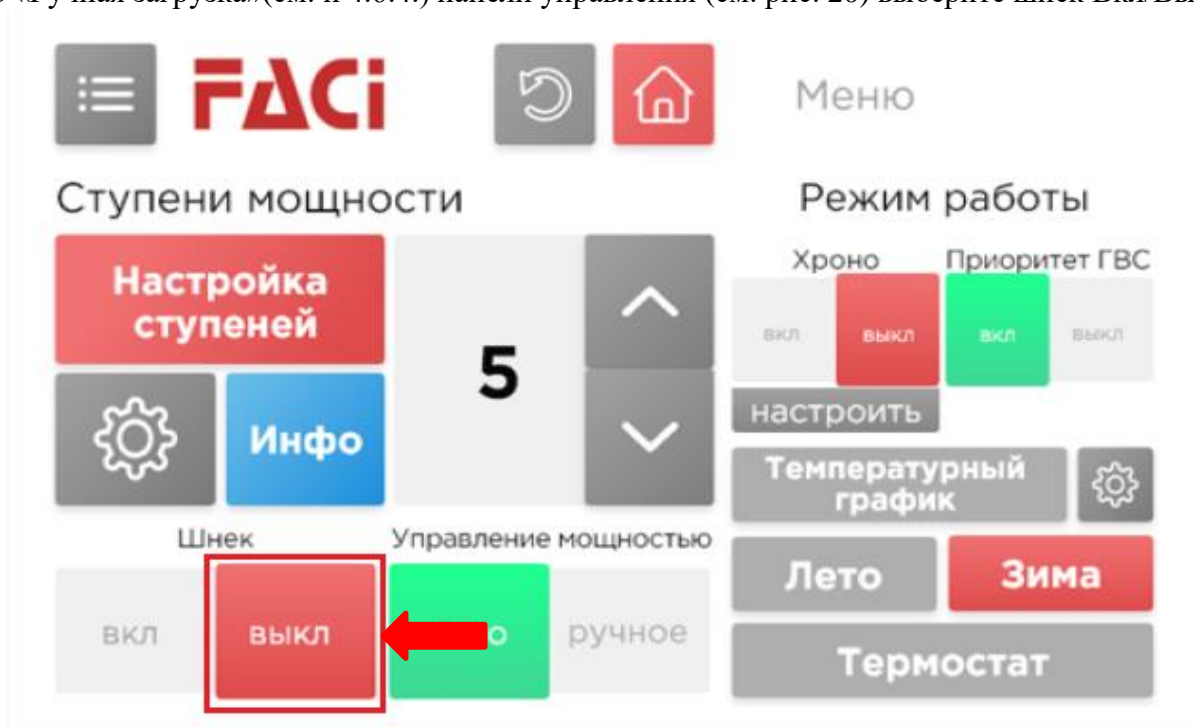

Рис. 20
2.4.3 Заполните бункер топливом. Произведите ручную подачу топлива, для этого следует выбрать функцию «Ручная загрузка»(см. п 4.6.4.) панели управления (см. рис. 20) выберите шнек Вкл/Выкл.